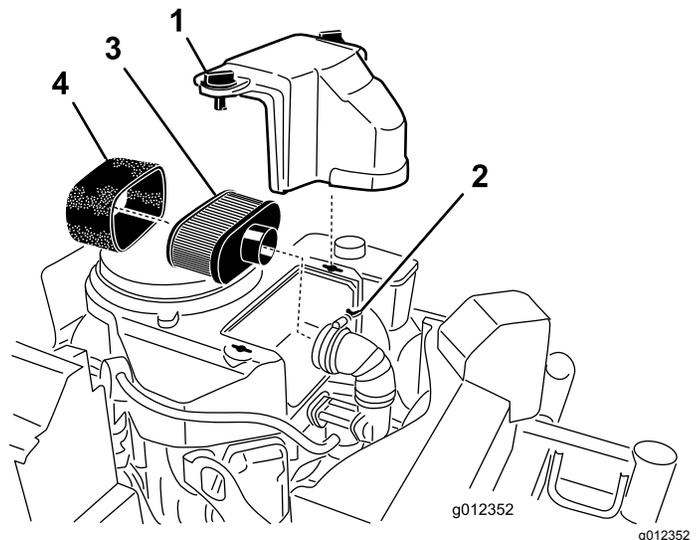

Figura 35
2. Limpie alrededor del limpiador de aire de forma que la suciedad no penetre en el motor y cause daños (Figura 35).
3. Gire los botones de la tapa  $\frac{1}{4}$  en sentido antihorario y retire la tapa del limpiador de aire (Figura 35).
4. Gire el tornillo de mariposa de la abrazadera en sentido antihorario hasta que pueda separar el conjunto del limpiador de aire del conducto de entrada (Figura 35).
1. Separe cuidadosamente el filtro de espuma del filtro de papel (Figura 35).
2. Inspeccione ambos elementos en busca de roturas, una película aceitosa u otros daños (Figura 35).
5. Monte el elemento de espuma sobre el elemento de papel (Figura 35).
6. Instale los elementos del limpiador de aire en el conducto de admisión del motor (Figura 35).
7. Gire el tornillo de mariposa de la abrazadera en sentido horario (Figura 35).
2. Coloque el elemento de espuma sobre el elemento de papel nuevo (Figura 35).
3. Instale los elementos del limpiador de aire en el conducto de admisión del motor (Figura 35).
4. Gire el tornillo de mariposa de la abrazadera en sentido horario (Figura 35).